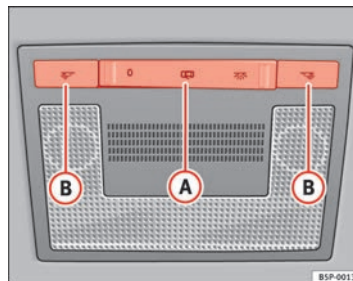

Fig. 79 Revestimiento interior del techo: iluminación delantera del habitáculo
Con el mando ⇒ fig. 79 (A) puede seleccionar las siguientes posiciones:
Pulsar el conmutador a la posición 0 ⇒ fig. 79.